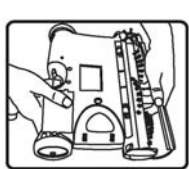

Fig. 10
3. Retirez le couvercle de la brosse (Fig. 10 – consultez la page 25 pour des instructions détaillées).
1. Retirez le couvercle de la brosse (Fig. 10).
11. Remplacez le couvercle de la brosse (Fig. 10).